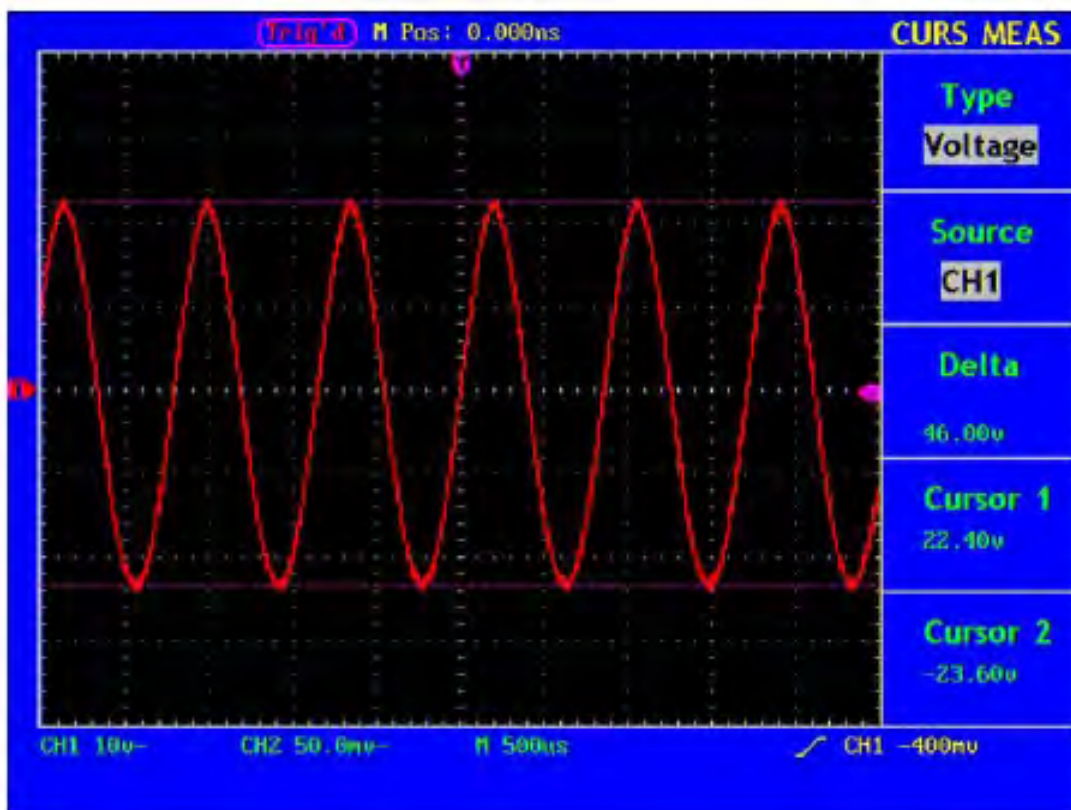

Abb. 51 Wellenform bei der Spannungsmessung mit dem Cursor
4. Verändern Sie die Positionen von **CURSOR1** und **CURSOR2** entsprechend der zu messenden Wellenform; es wird dann der absolute Wert der Spannungsdifferenz zwischen Cursor 1 und Cursor 2 im Fenster angezeigt. Die aktuelle Position von Cursor 1 wird unter Cursor1, die von Cursor 2 unter Cursor2 angezeigt (siehe Abb. 51).